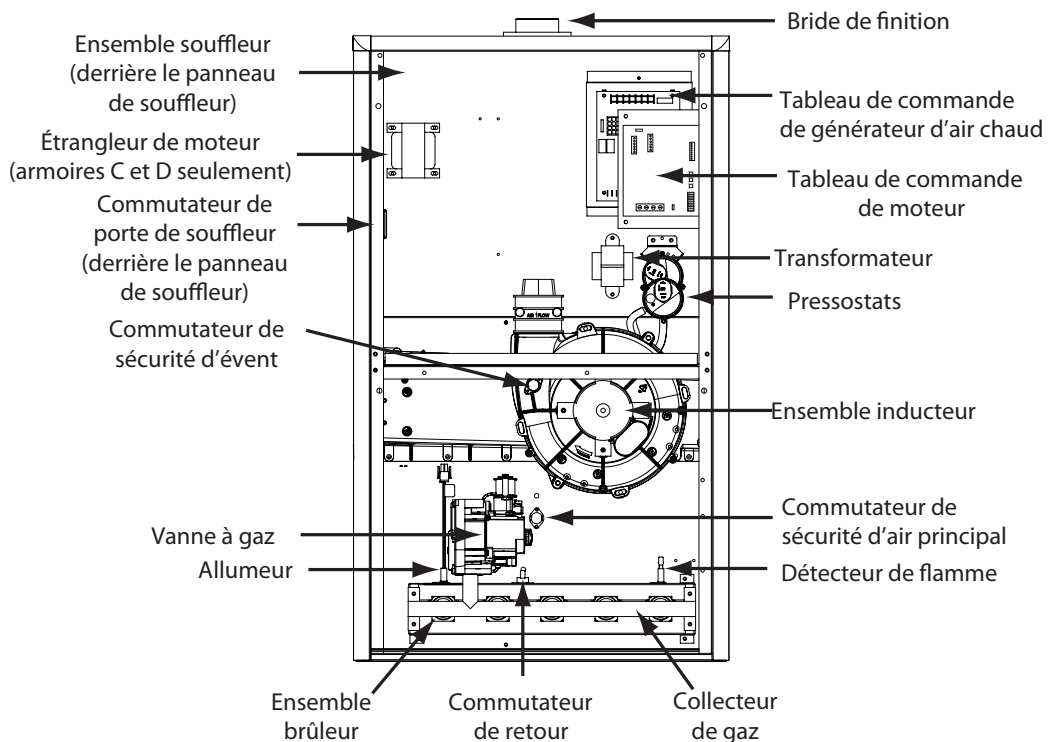

Figure 37. Emplacement des composants
- Si le souffleur d'inducteur fonctionne et que les éléments ci-dessus ont été vérifiés, vérifier le commutateur de sécurité du souffleur et le réenclencher au besoin. Consulter Figure 37 (page 48).
- Si le générateur d'air chaud ne fonctionne toujours pas, vérifier les interrupteurs de retour de flamme (Figure 37) et le réenclencher au besoin.
Les descriptions ci-dessous sont celles de différents composants fonctionnels qui ont une incidence sur le fonctionnement et l'arrêt de ce générateur d'air chaud. Certains de ces composants et leur emplacement sont montrés à la Figure 37 (page 48). S'il faut remplacer l'un des composants du générateur d'air chaud, utiliser uniquement des pièces de remplacement homologuées par le fabricant, indiquées dans la liste de pièces de remplacement fournie en ligne.